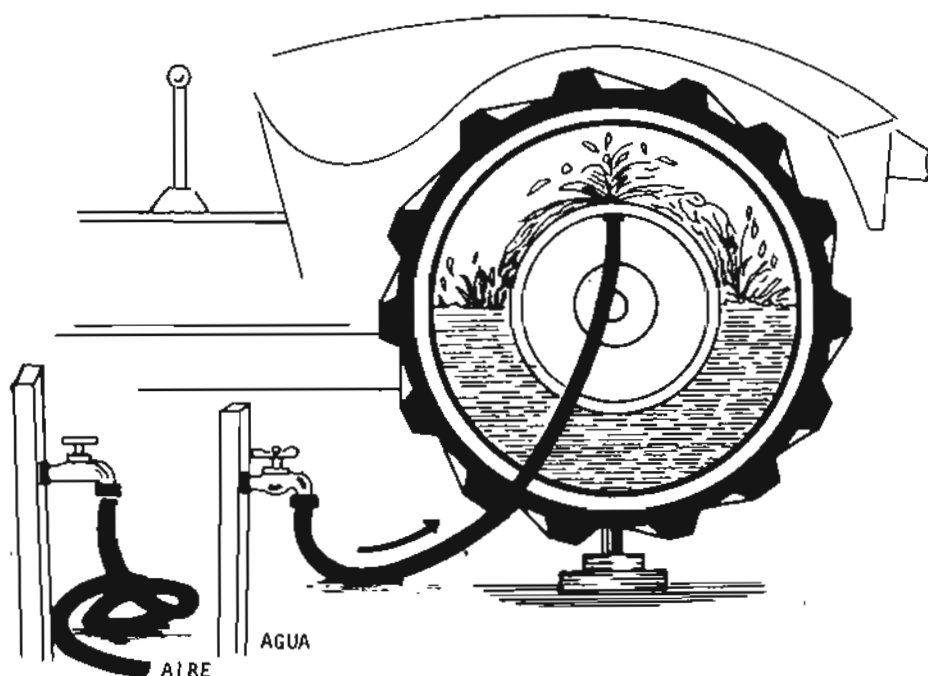

Fig. 1
- c Abra el paso de agua (fig. 1).